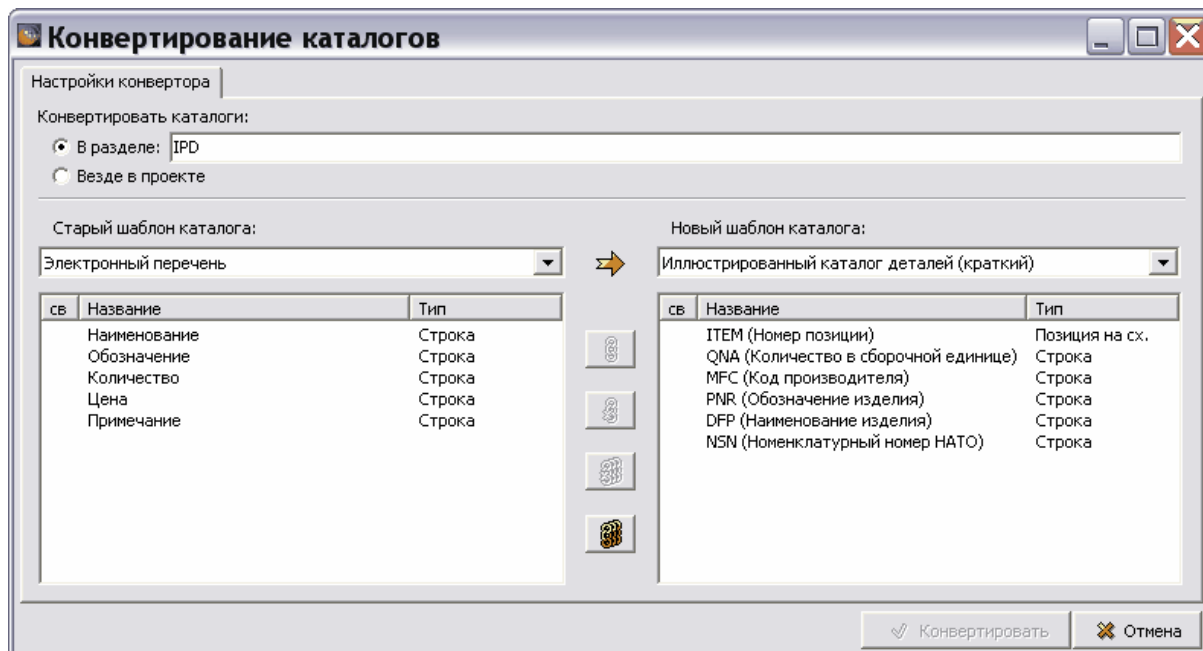

Рис. 6.87
6. Если в шаблоне проекта имеется шаблон электронного каталога, который необходимо заменить, и шаблон ЭК для замены, то откроется окно **Конвертирование каталогов** (рис. 6.87). Окно **Конвертирование каталогов** напоминает окно **Соответствие атрибутов**, рассмотренное в разделе 6.5.5 «Импорт данных в каталог из MS Excel».